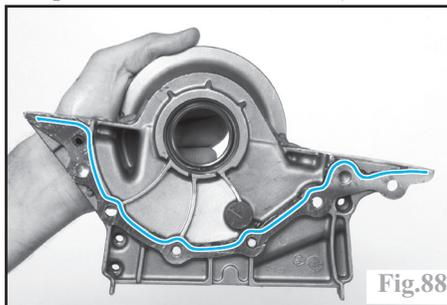

Fig.88
-reposer le porte-bague d'étanchéité de vilebrequin, après s'être assuré de la présence de ses douilles de centrage sur le bloc-cylindres, après avoir appliqué sur son plan de joint (Fig.88), préalablement dégraissé avec soin, un cordon de 1 mm de largeur de pâte d'étanchéité appropriée (par exemple **Loctite 518 rouge** ou un produit similaire anaérobie).